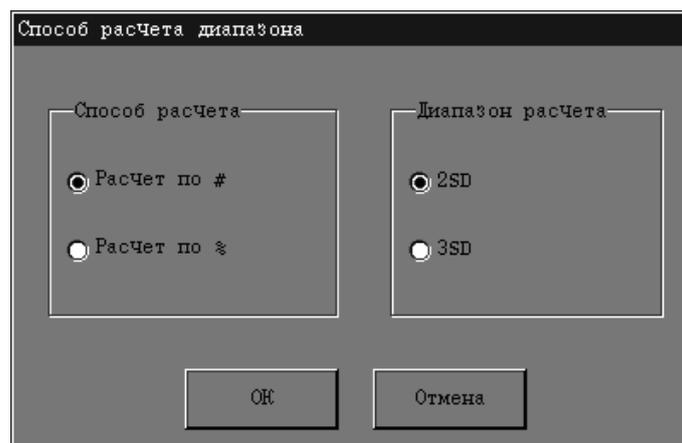

Рисунок 8-4 Выбор способа расчета пределов
1. **НАЖМИТЕ** кнопку «Есть предуст.». Откроется диалоговое окно (Рисунок 8-4).